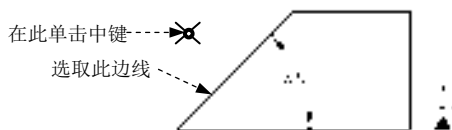

图 5.6.26 定义公差参照（一）
Step4. 定义公差参照。在 **参考** 区域的 **类型** 下拉列表中选择 **曲面** 选项，单击 **选择图元...** 按钮，选取图 5.6.26 所示的面（边线）为公差参照。
(1) 在对话框中 **放置** 区域的 **类型** 下拉列表中选择 **带引线** 选项，在弹出的 **ATTACH TYPE (依附类型)** 菜单中，选择 **Arrow Head (箭头)** 命令。
(2) 在系统  **选择多边、尺寸界线、坐标系、轴心、多个轴线、曲线、顶点 或截面图元。** 的提示下，选取图 5.6.26 所示的边线。
(3) 在系统  **选择放置位置。** 的提示下，在图 5.6.26 所示的位置单击中键，放置“倾斜度”公差。